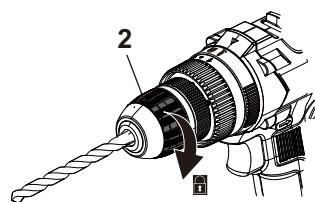

Fig. 3
- > Gire el manguito del mandril (2) en el sentido de las agujas del reloj hasta que la broca quede bien sujetada en las mordazas del mandril (1) (Fig. 3).